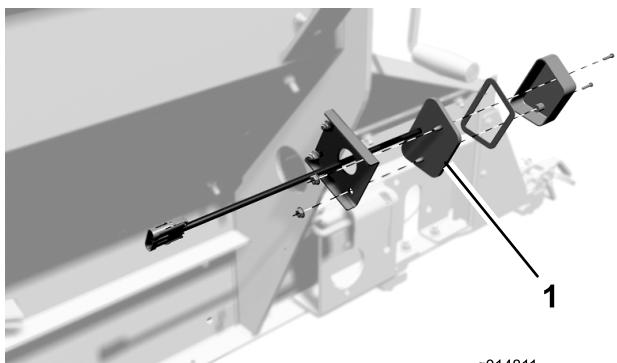

図 5
7. 各ブラケットに、テール・ライト・アセンブリを取り付ける；パル・ナット 2 個を使用する（図 5）。取り付ける前に、ライト用のワイヤ（電気コード）をブラケットに通しておこなうこと。ナットを締めすぎないようにすること。